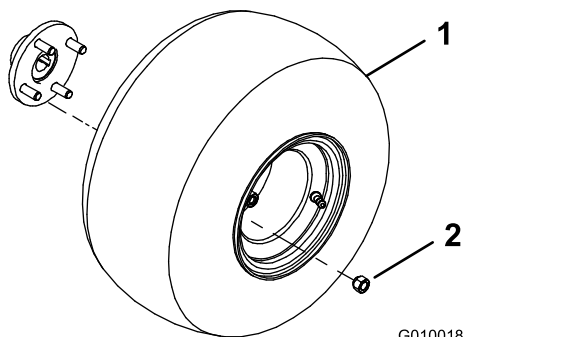

Figura 4
2. Asamblați un ansamblu de roată pe fiecare butuc al roii din spate cu cele 4 prezoane (Figura 4).